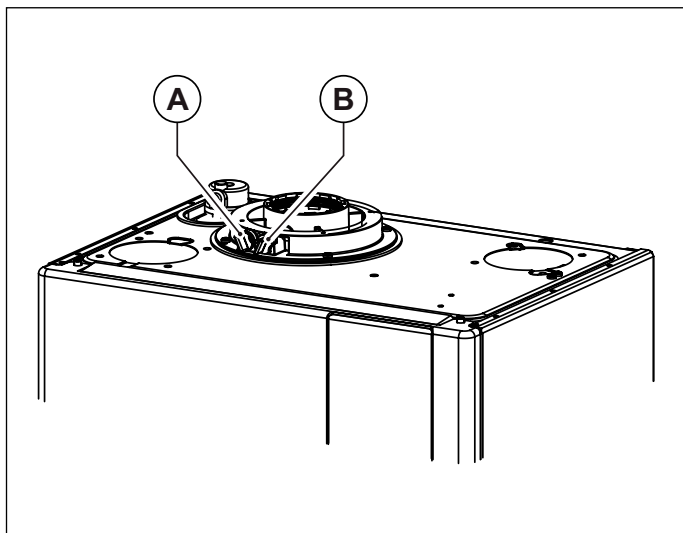
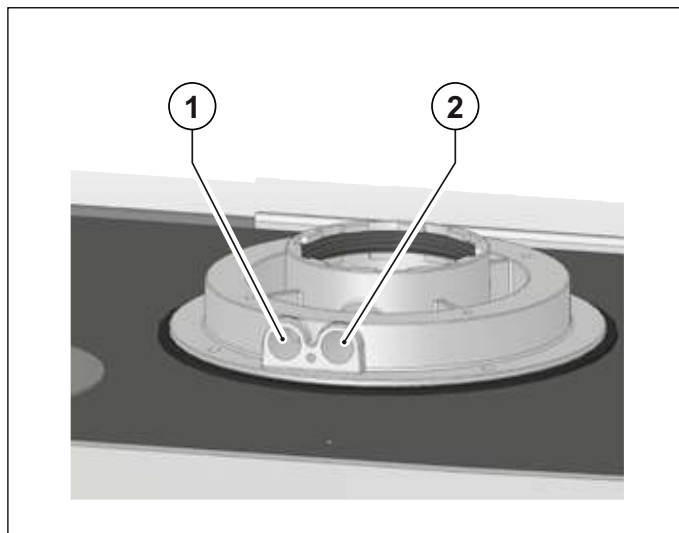

Рис. 15 Положення заглушок
Рис. 16 Положення отворів
На котлі є патрубок для підключення до системи забору повітря/димовідведення (дивись Рис. 15 Положення заглушок та Рис. 16 Положення отворів).
В патрубку передбачено два отвори для прямого доступу до повітря, що йде на згоряння, та до димових газів (дивись Рис. 15 Положення заглушок).
Для проведення вимірів необхідно зняти заглушки **A** та **B** з отворів на патрубку (дивись Рис. 15 Положення заглушок).
- замір температури повітря що йде на горіння **1** (дивись Рис. 16 Положення отворів).
- замір температури димових газів та вмісту CO2 в спеціальному отворі **2** (дивись Рис. 16 Положення отворів).